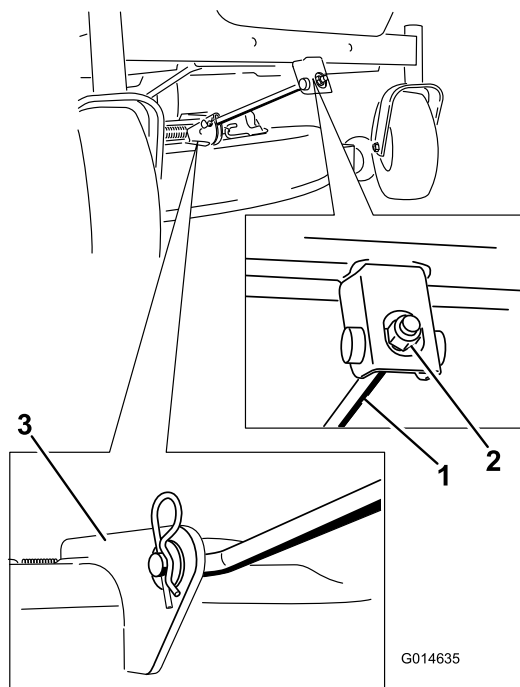

Figura 58
4. Retire el pasador de horquilla de la varilla de soporte delantera y retire la varilla del soporte de la carcasa (Figura 58).
6. Conecte la varilla de soporte delantera a la carcasa de corte con el pasador y la chaveta (Figura 58).